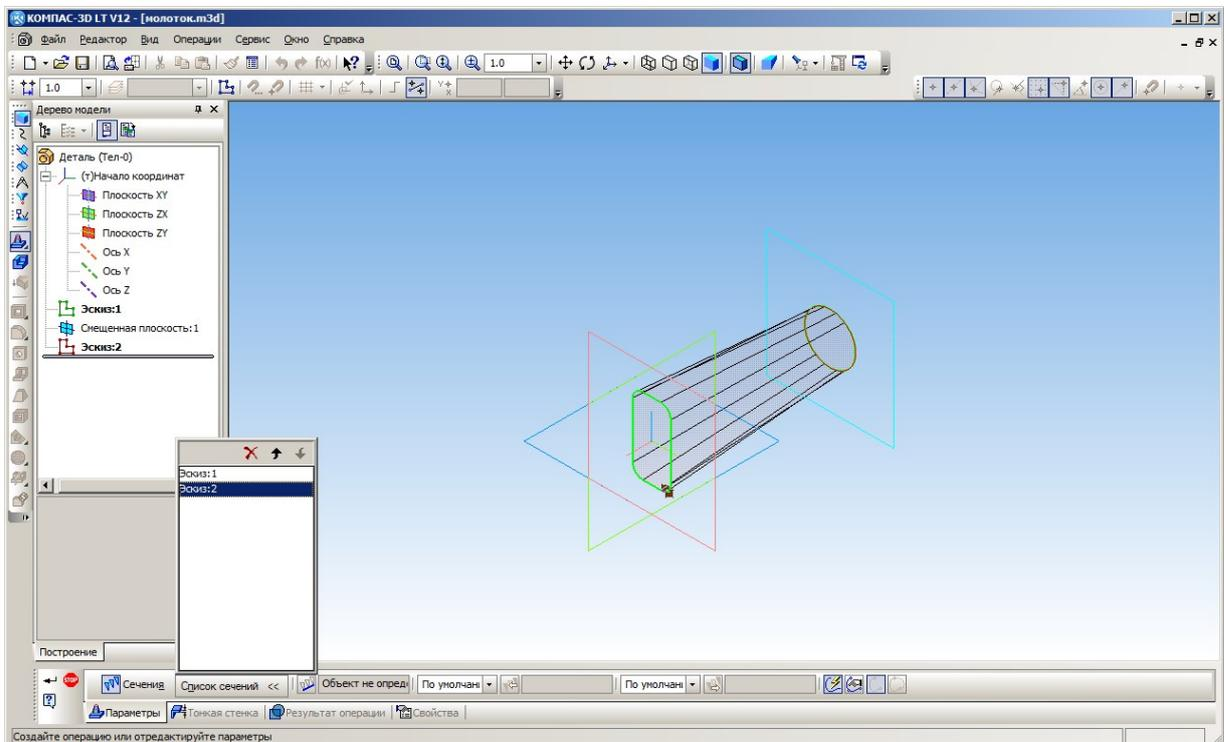

Рис. 79. Операция по сечениям
3. Удерживая нажатой клавишу **Ctrl**, выделяем в дереве модели оба созданных эскиза. В комплексной панели выбираем кнопку **Операция по сечениям** () . Если всё сделано правильно, то в рабочем окне сразу появится предполагаемое тулово молотка, а в нижней панели будет предложено проверить и настроить параметры операции (рис. 79).
– Эскизы-сечения нужно выделять в дереве модели именно в том порядке, в котором по ним должно пройти тело модели (например, сначала выбрать эскиз левого торца, затем середины, а потом – правого торца). Названия выбранных эскизов отображаются в специальной панели (см. рис. 79); при необходимости можно дополнительно выбирать эскизы в дереве модели или в рабочем окне, добавляя их в эту панель, удалять ненужные эскизы из панели расположенной сверху нее кнопки  или менять порядок следования сечений кнопками в виде стрелок.